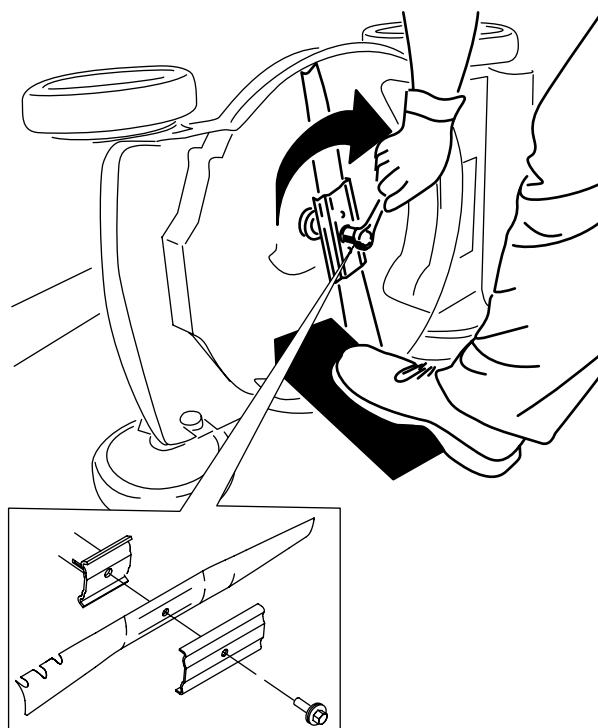

Рисунок 28
5. Установите новый нож, закрепив все крепежные детали (Рисунок 28).